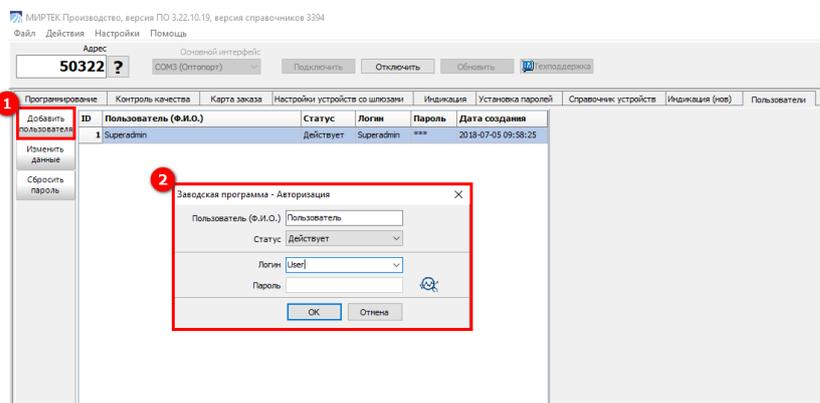

Рисунок 32 – Добавление нового пользователя
Для создания нового пользователя необходимо нажать кнопку **Добавить пользователя** (1) (см. рисунок 32) и в появившемся окне заполнить поля **Пользователь** (Ф.И.О.) и **Логин**, и нажать кнопку **ОК** (2). Поле **Пароль** не заполняется. В дальнейшем при авторизации пользователь вводит значение пароля самостоятельно (подробнее см. п. 2.4).